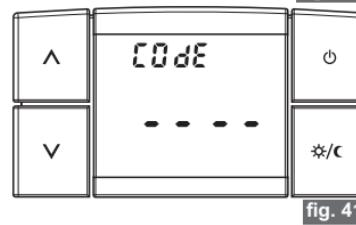

fig. 41
- Appuyer par impulsions neuf fois sur la touche **☀/⌚** pour accéder à la page du mot de passe : l'écran affichera l'inscription « **CoDe** » 28 et « **-----** » (fig. 41).